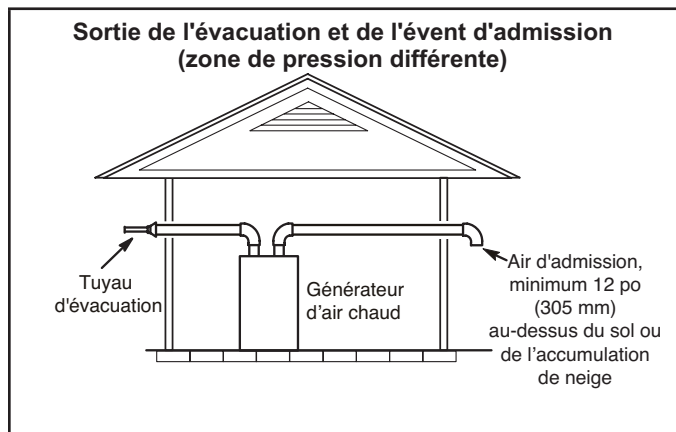
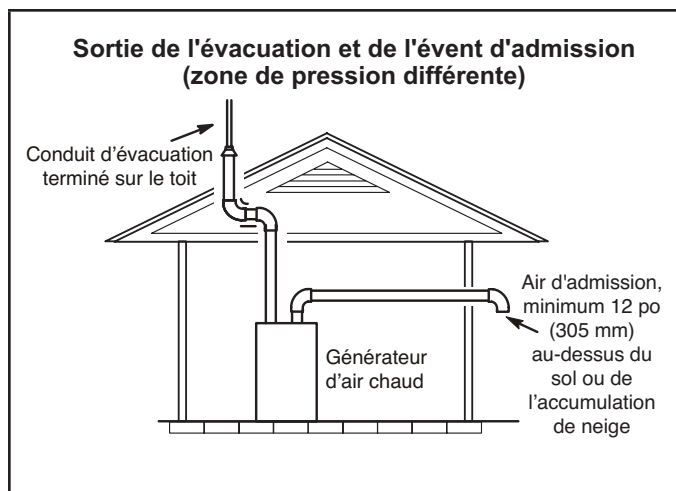

FIGURE 29
FIGURE 30
- 1 - Il n'est pas nécessaire que les terminaisons d'évacuation se trouvent dans la même zone de pression. L'admission peut sortir d'un côté de la structure et l'évacuation d'un autre côté (FIGURE 29). L'évacuation peut sortir par le toit et l'admission par le côté de la structure (FIGURE 30).